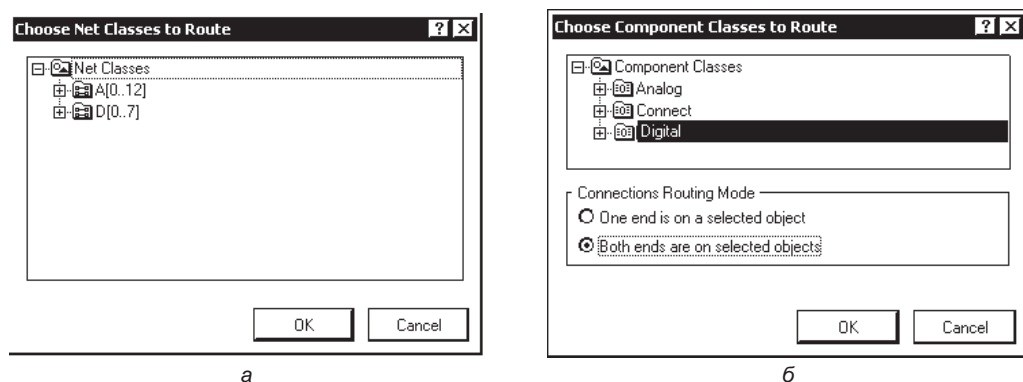

Рис. 6.62. Окна выбора объекта для автотрассировки: а — класса цепей; б — компонента
❑ **Net Class** — трассировка выбранного класса цепей. По этой команде открывается диалоговое окно **Choose Net Classes to Route** (Выбрать классы цепей, подлежащие трассировке) (рис. 6.62, а). Укажите курсором один или — удерживая
- ☐ **Component Class** — трассировка связей компонентов выбранного класса. Выполняется аналогично трассировке класса цепей — при указании курсором на один или несколько классов компонентов в окне (рис. 6.62, б);